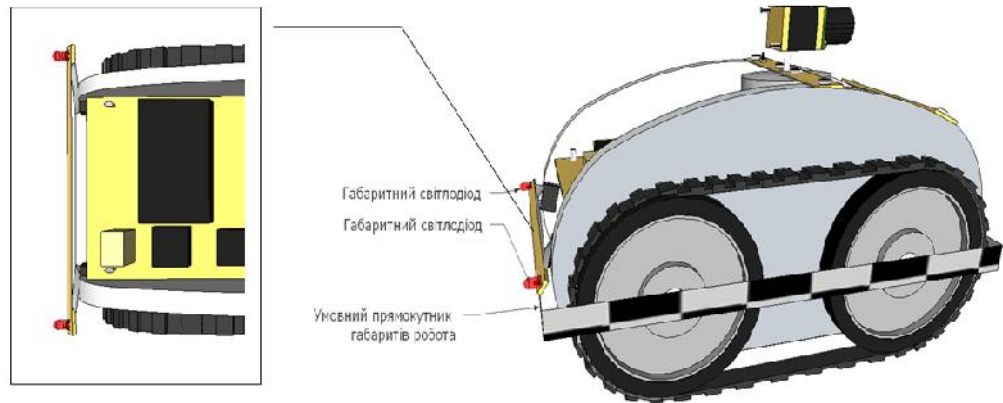

Рис.8. – Приклад розміщення габаритних світлодіодів.
5. Робот повинен мати задні габаритні вогні - червоний світлодіод діаметром 5 мм та кутом розсіяння не менше ніж 60 град., спрямований назад і розміщений не більше ніж на 1 см від бокової сторони описаного навколо робота прямокутника (Рис.8)